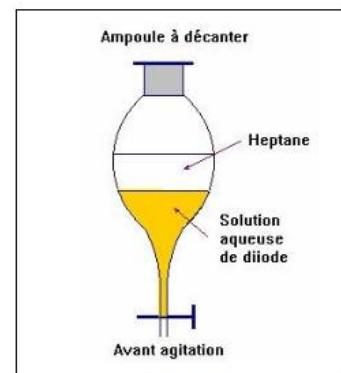

fig 3
- On introduit le mélange d'une solution aqueuse d'iodure de potassium et de diiode dans l'ampoule à décanter (figure 3).